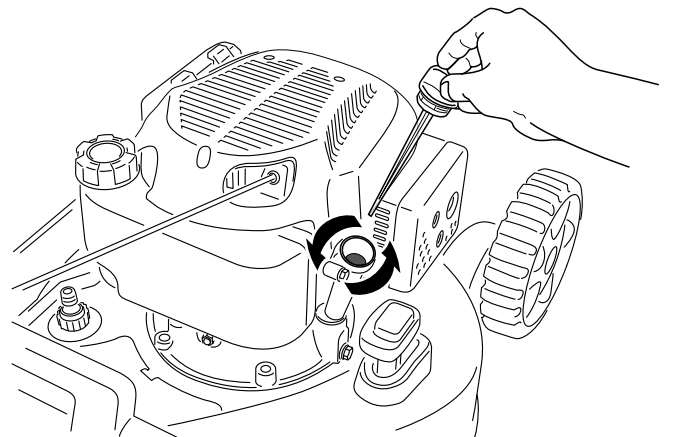

Figure 25
3. Tournez le bouchon dans le sens antihoraire et sortez la jauge (Figure 25).
4. Basculez la machine sur le côté (filtre à air en haut) pour vidanger l'huile usagée par le tube de remplissage (Figure 25).